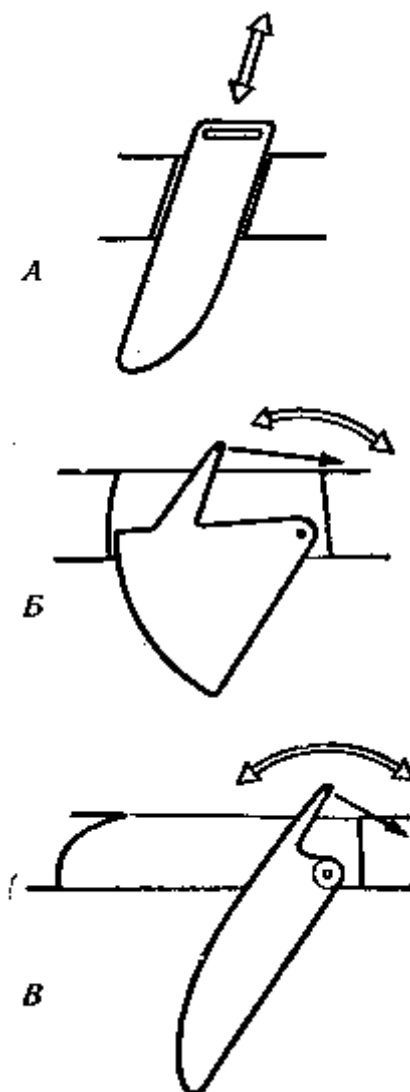

Рис. 33. Типы швертов: А — кинжальный; Б — ющий секторный, В — качающийся мечевидный
**Кинжальный шверт** (рис. 33, а) вставляется в швертовый колодец, как кинжал в ножны, и передвигается в нем поступательно. Кинжальные шверты неудобны тем, что при задевании за мель их заклинивает в колодце.
**Секторный шверт** (рис. 33, б) имеет то преимущество, что при опускании его швертовая щель остается закрытой телом шверта, а за прямым швертом (рис. 33, в), когда он опущен, остается открытой швертовая щель, создающая добавочное сопротивление корпуса. С другой стороны, когда секторный шверт выбран, он сильно выходит за пределы колодца и мешает экипажу. Поэтому секторные шверты делают главным образом на небольших швертботах (например, класса «Финн»).
Для усиления эффекта перемещения центра бокового сопротивления применяют узкие, длинные, так называемые мечевидные шверты (рис. 33, в). Ими снабжено большинство современных швертботов. Часто для уменьшения сопротивления шверты профилируют, то есть в поперечном сечении придают им профиль симметричного крыла самолета. Они дают некоторый выигрыш в лавировочных качествах за счет меньшего сопротивления. Чтобы уменьшить сопротивление широкой щели на выходе швертового колодца в днище, щель для профилированного шверта снабжают сальниками из листовой резины: когда шверт выбран, сальники смыкаются и закрывают щель.